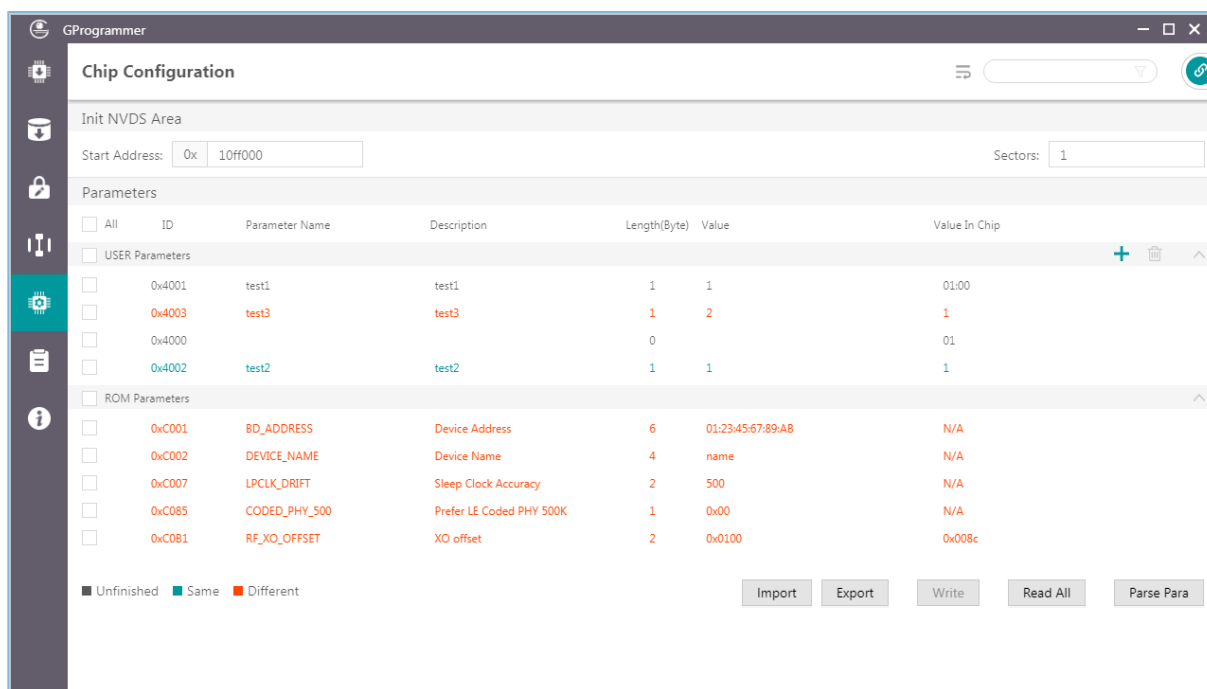

图 3-36 读取参数
- “Unfinished”状态：字体为黑色，表示从NVDS中读取到列表中没有的参数（如图 3-36中ID为0x4000的参数），或者NVDS中已有此参数但长度不相等（如图 3-36中ID为0x4001的参数）。
- “Same”状态：字体为绿色，表示NVDS中有已有此参数，并且长度相等、值相同（如图 3-36中ID为0x4002的参数）。
- “Different”状态：字体为橙色，表示NVDS中已有此参数，长度相等但值不相同（如图 3-36中ID为0x4003的参数）。